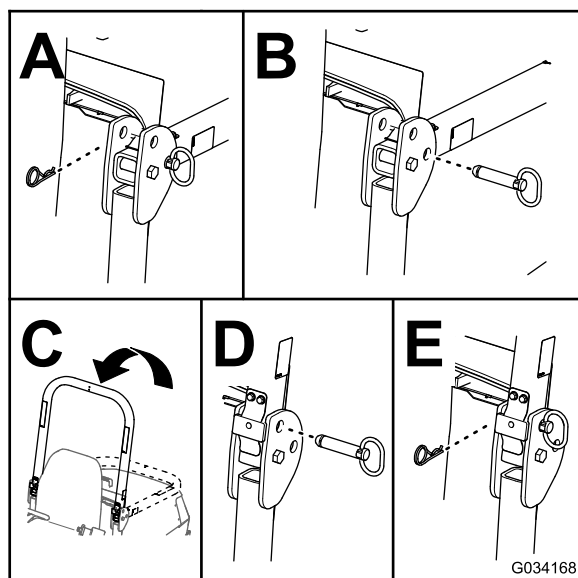

図 23
2. 機体の左右で保護バーからコッターピンとピンを抜き取る 図 23。
3. ホッパーを立てて、ピンとコッターピンで固定する 図 23。